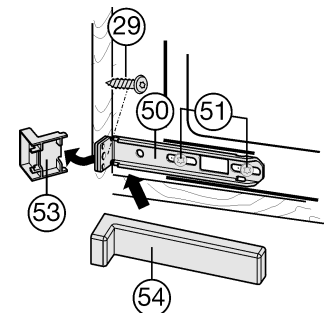

Fig. 17
- ▶ Schroeven Fig. 17 (51) iets losdraaien.
- ▶ Onderstebevestigingshoek Fig. 17 (50) met spaanderplaatschroef Fig. 17 (29) ø4x19 aan de meubelwand vastdraaien.
- ▶ Het uitstekende uiteinde van de afdekking Fig. 17 (53) afbreken. Dit is niet meer nodig.
- ▶ Schroeven Fig. 17 (51) aandraaien.
- ▶ Afdekking Fig. 17 (54) op de onderste bevestigingshoek Fig. 17 (50) plaatsen.